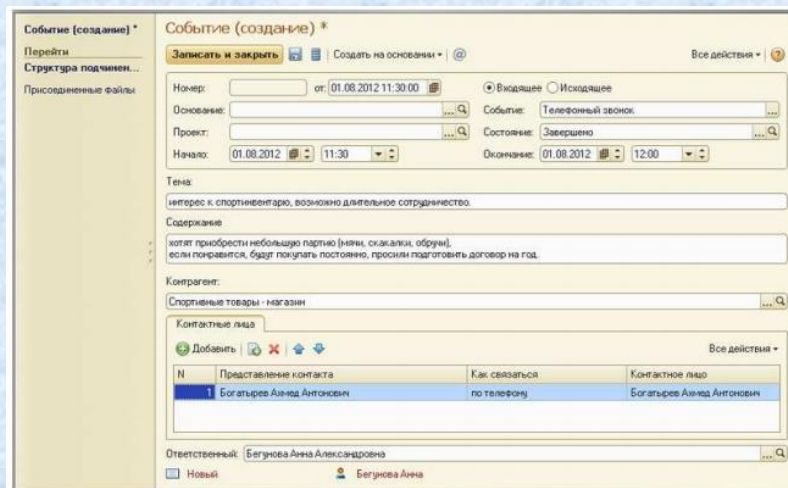

Рисунок 7 - Документ «Событие»
2. С помощью документа **Событие** (рисунок 7).